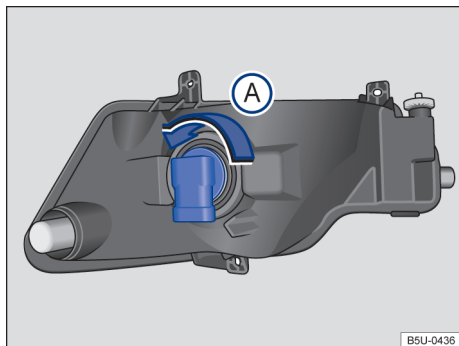

Fig. 112 Atrás do para-choque dianteiro: acesso à lâmpada incandescente do farol de neblina.
3. Girar o soquete da lâmpada → Fig. 112, no sentido anti-horário da seta ⓘ, e desencaixá-lo do alojamento.